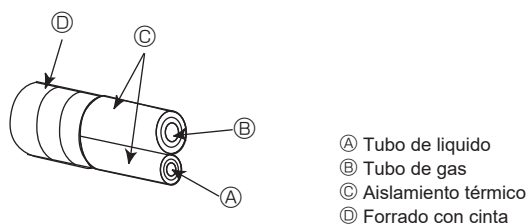
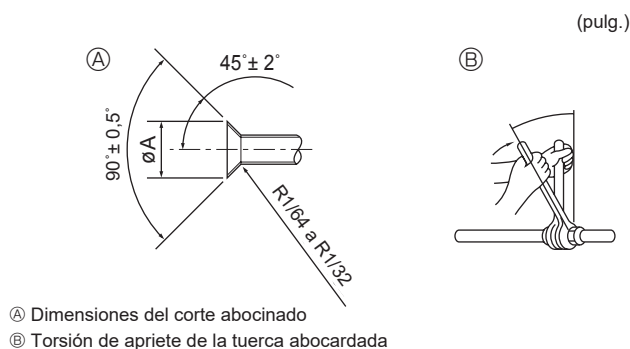

Fig. 4-1
Fig. 4-2
Ⓐ (Fig. 4-1)
Ⓑ (Fig. 4-1)
4.2. Tubos de conexión (Fig. 4-1) (Fig. 4-2)
Si se utilizan tubos de cobre convencionales, aisle los tubos de gas y líquido separadamente con materiales aislantes (resistente al calor hasta 100 °C, 212 °F o más, espesor de 12 mm 1/2 pulgadas o más). (Fig. 4-1)
[Fig. 4-2]